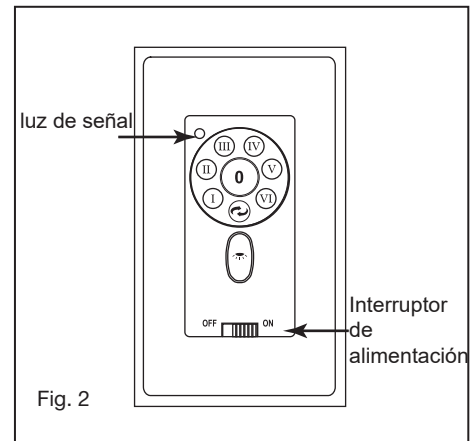

Fig. 2
- 7 Luz de señalización (Fig. 2)